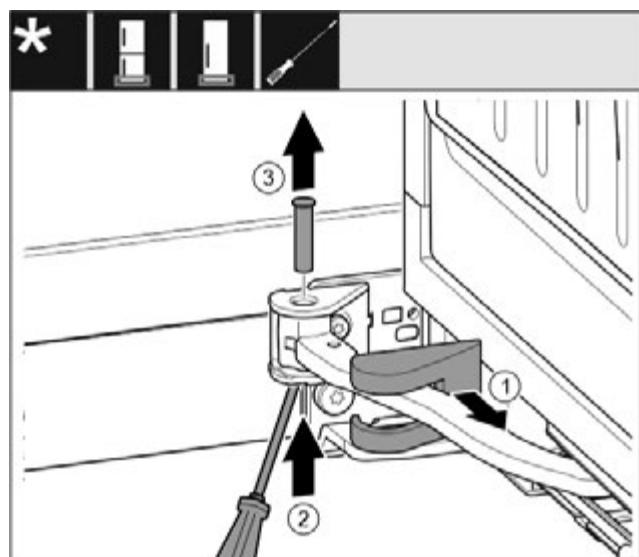

Fig. 12
- Зніміть кришку опорного кронштейна та перемістіть вздовж шарніра. Fig. 12 (1)
- Рукою чи викруткою підйміть пальець знизу. Fig. 12 (2)
- Перемістіть викрутку під голівку пальця і витягніть. Fig. 12 (3)